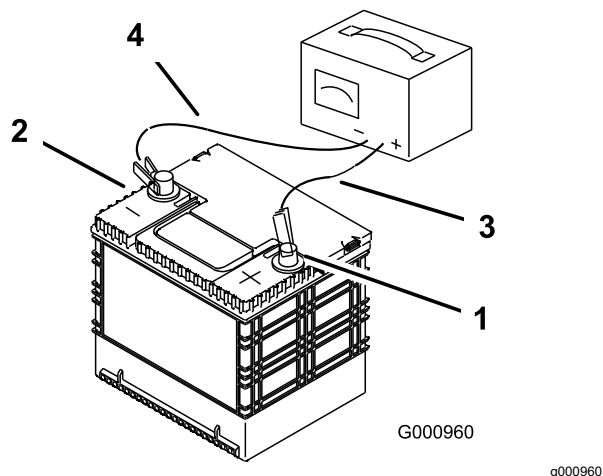

Figura 52
3. Atunci când bateria este complet încărcată, deconectai încărcătorul de la priza electrică, apoi deconectai cablurile încărcătorului de la clemele bateriei (Figura 52).